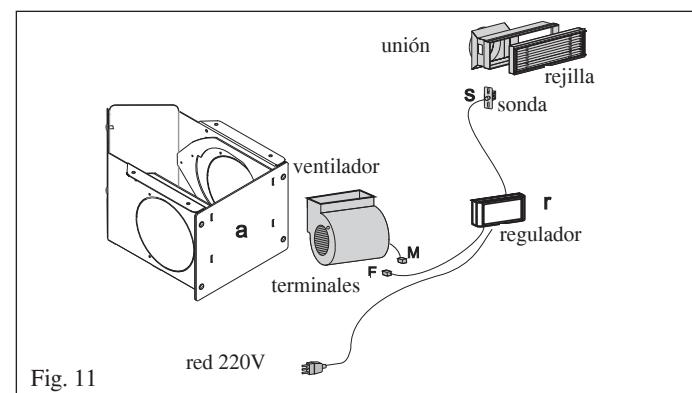
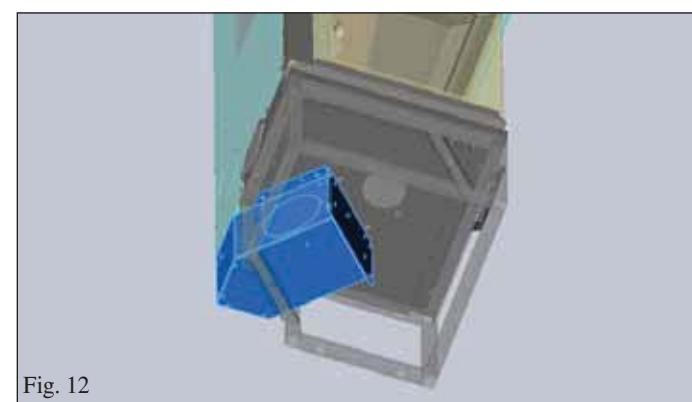

Fig. 11
Fig. 12
- La caja de aire debe encontrarse situada debajo de la base de la estufa, cerca del ángulo agudo de la misma, fijada con 4 tornillos (fig. 12).
- Retirar el panel frontal extrayendo los 4 tornillos (a - fig. 11).
- Conectar los dos conectores M y F (fig. 11) haciendo pasar el cable de la apertura derecha o izquierda sobre el banco de la caja de aire.
- Del regulador (r - fig. 11) extender el cable de alimentación hasta la toma de corriente
- El cable con la sonda (s - fig. 11) es en cambio conducido a una de las bocas (b - fig. 12) de salida de aire caliente, normalmente situadas sobre la contra campana.